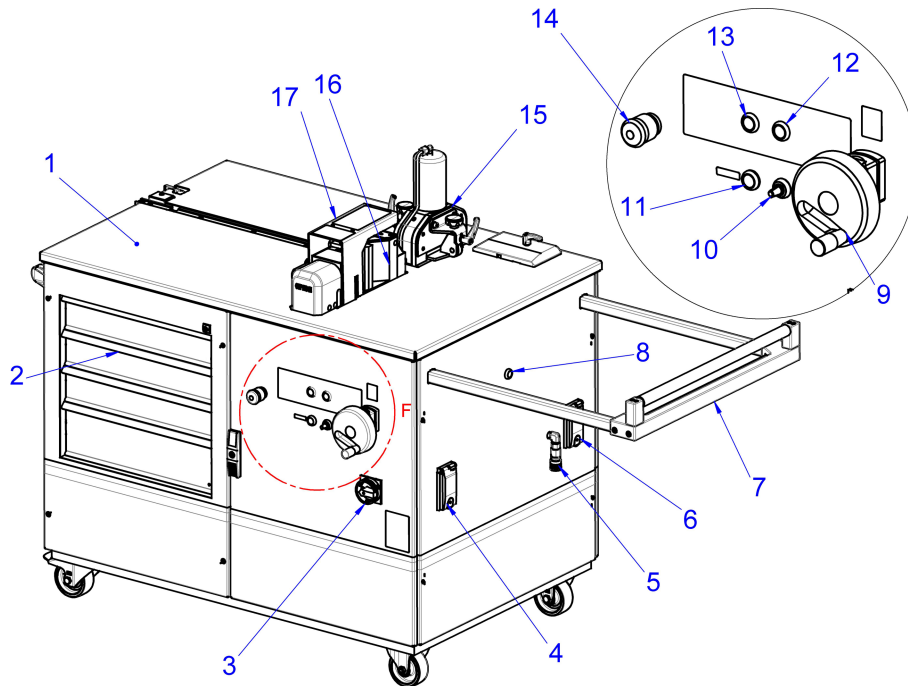
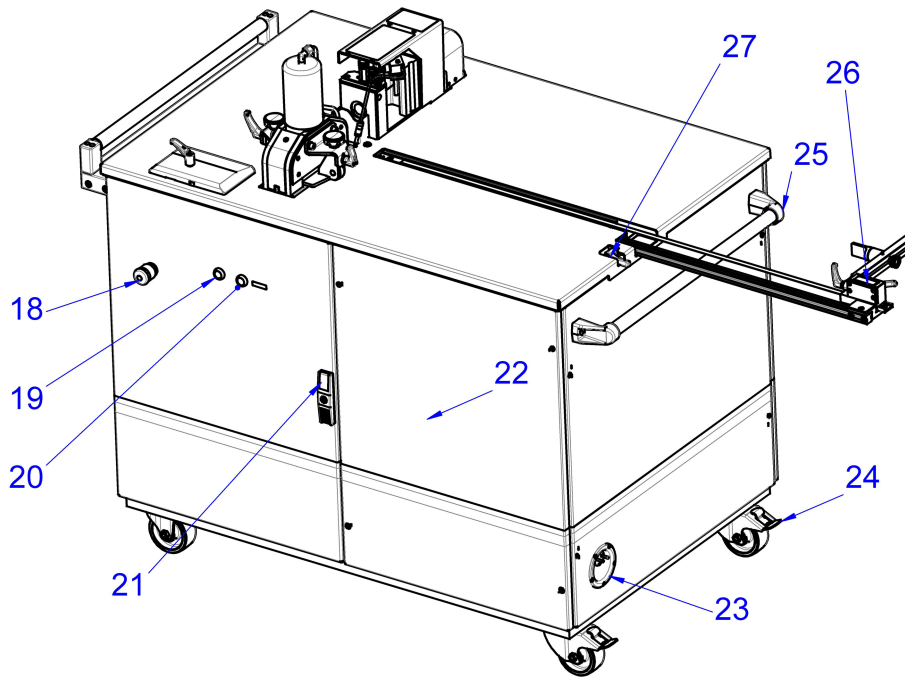

Imagen 1: Vista frontal
Imagen 2: Vista dorsal
El conmutador de seguridad de pedal único se conecta a través de un conector (imagen 1, 4) al «centro móvil de mecanizado de pletinas». La selección del centro de mecanizado deseado se realiza mediante cuatro pulsadores (imagen 1, 8, 12, 13 e imagen 2, 19). Solo es posible trabajar con un solo centro. La unidad de corte (imagen 1, 15) para acortar pletinas, así como la unidad de doblado y punzonado (imagen 1, 16) disponen a su alrededor de una mesa (imagen 1, 1) estable, resistente a la abrasión de acero inoxidable. El tope extraíble (imagen 2, 26) de hasta 1200 mm integrado en la mesa, puede utilizarse en todas las unidades de trabajo.
Una conexión hidráulica adicional (imagen 1, 5) permite la conexión de aparatos hidráulicos externos para ampliar las unidades de trabajo disponibles. El «centro móvil de mecanizado de pletinas» dispone de un rodillo de apoyo extraíble (imagen 1, 7) para facilitar el mecanizado de piezas de gran longitud.
Dos interruptores de parada de emergencia (imagen 1, 14 e imagen 2, 18) desconectan de inmediato la bomba hidráulica en situaciones de riesgo y devuelven la herramienta a su posición de inicio. El uso de un convertidor de frecuencia permite ajustar la velocidad de desplazamiento de las herramientas a través de un potenciómetro (imagen 1, 10). Durante la perforación y el punzonado el cuerpo principal se encuentra protegido por una robusta cubierta de protección (imagen 1, 17). La altura del cuerpo principal puede ajustarse fácilmente con un mando giratorio (imagen 1, 9) de acuerdo con la indicación para la regulación de la altura. Cuatro grandes cajones (imagen 1, 2) con cierre ofrecen suficiente espacio de almacenaje para herramientas e instrumentos. Detrás de la puerta (imagen 2, 21), junto al armario de distribución eléctrica (imagen 2, 22), se encuentra un recipiente de recogida de restos de cobre. El cable de alimentación (imagen 2, 23) se encuentra integrado en el lateral del «centro móvil de mecanizado de pletinas» y puede prolongarse hasta una longitud máxima de 4,5 m o enrollarse por completo en función de las necesidades.
- A continuación conectar el cable de alimentación del conmutador de pedal en el conector de 4 polos (imagen 1, 4).
- Colocar el interruptor del «centro móvil de mecanizado de pletinas» en la posición (I) para poner la unidad en modo de espera.
Los láseres se conectan y desconectan mediante los pulsadores (imagen 1, 11 e imagen 2, 20). Para alargar la vida útil de los láseres, estos se desconectan ellos mismos tras 15 minutos. Pisando brevemente el conmutador de pedal o pulsando el pulsador correspondiente, vuelven a conectarse.
- Ajustar la altura del cuerpo principal mediante el mando giratorio (imagen 1, 9) y posicionar la matriz dobladora centrada a la pieza.